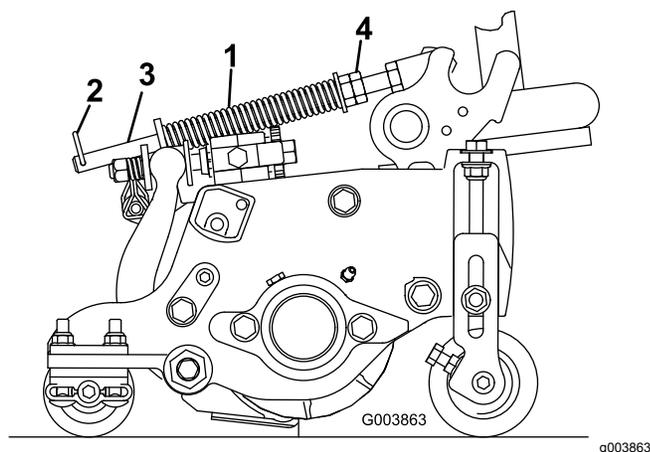

図 14
2. スプリングロッド前部の六角ナットを締めて、スプリング圧縮状態の長さが以下の通りになるようにする5" カuttingユニットでは 12.7 cm 7" カuttingユニットでは 15.9 cm 図 14。
ターフ補正スプリングは、カuttingユニットの前から後ろへの「体重移動」を行う働きがあります 図 14。これにより、マーセリングやポビングと呼ばれる「波打ったような」仕上がりを防いでいます。
1. スプリングロッドの後穴にヘアピンコッターを忘れずに取り付けてください 図 14。